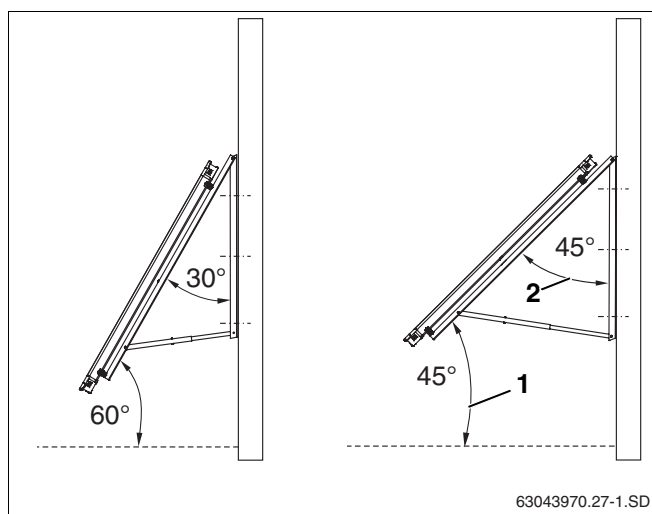

Fig. 10 Angolo d'appoggio del collettore su una facciata
- L'angolo d'appoggio del collettore (fig. 10, **pos. 1**) rispetto all'orizzontale deve essere compreso tra 45° e 60° (ovvero l'angolo d'inclinazione fig. 10, **pos. 2**, del collettore deve essere compreso tra 30° e 45°).